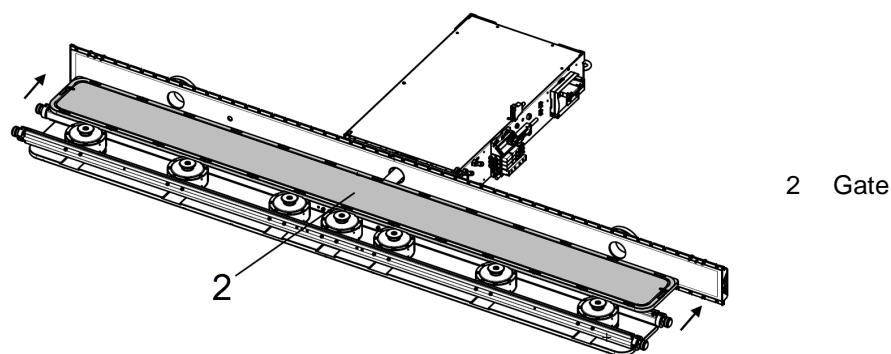

Figure 6-9
10. Remove gate (2); see «Figure 6-9».